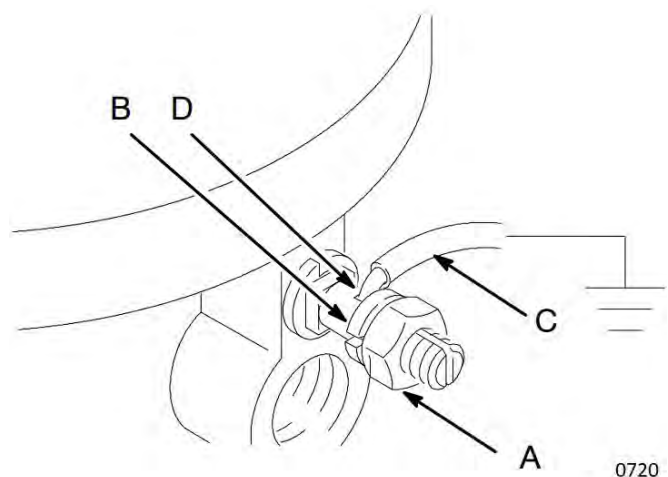

図 1: アース線
エアモーター: モデル205467、206038、207352 および222772: 図 1. 接地ラグロックナット (A) およびワッシャー (B) を緩めますが、取り外さないでください。最小12 ga (1.5 mm²) のアース線 (C) の一端を、接地ラグの-slot内 (D) に挿入してロックナットをしっかりと締めます。ワイヤーの他方の終端を第一種アースに接続します。